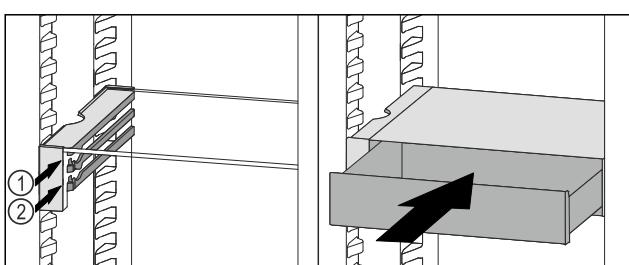

Fig. 126
- Așezați sertarul VarioSafe în spatele opritoarelor pe nervura dorită Fig. 126 (1) sau Fig. 126 (2).